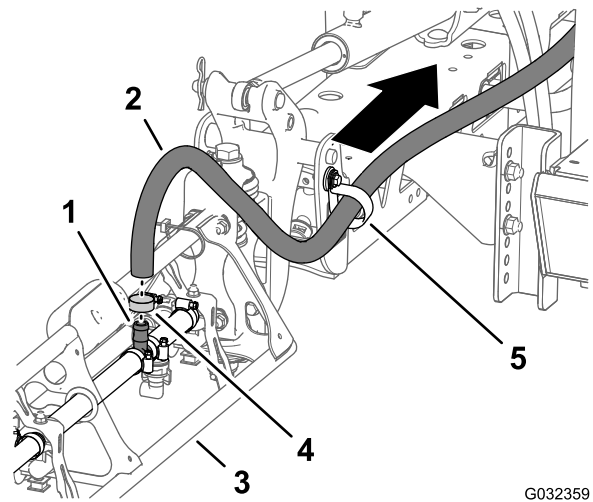

**Рисунок 36**
3. На машинах с системой опрыскивания ExcelaRate снимите фланцевый хомут и уплотнительную прокладку, с помощью которых переходной патрубков присоединяется к клапану левой секции стрелы (Рисунок 36).